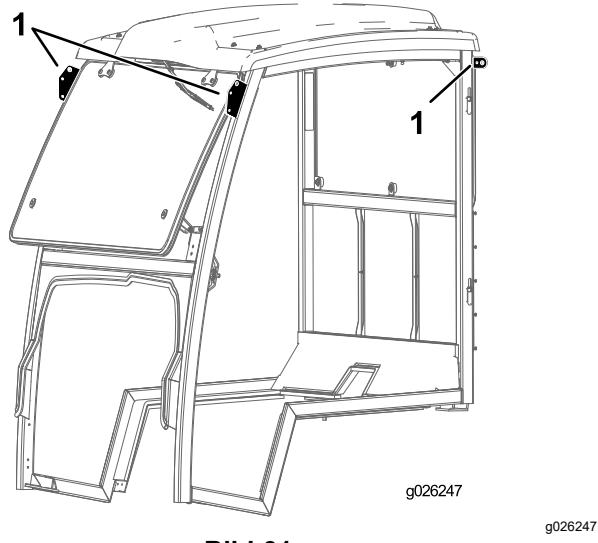

Bild 31
5. Halten Sie den Kabinenrahmen an den Hebestellen und setzen Sie ihn auf die Maschine (Bild 31).